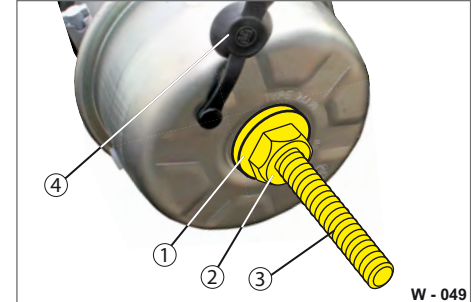

Abb. 56 Feder entspannen
- ▶ Schieben Sie die Unterlegscheibe (Abb. 56/1) auf.
- ▶ Drehen Sie die Sechskantmutter (Abb. 56/2) auf die Löseschraube (Abb. 56/3) auf.
- ▶ Drehen Sie die Sechskantmutter (Abb. 56/2) herunter.
- ▶ Ziehen Sie die Unterlegscheibe (Abb. 56/1) ab.
- ▶ Drehen Sie die Löseschraube (Abb. 56/3) um 90° und nehmen Sie diese heraus.